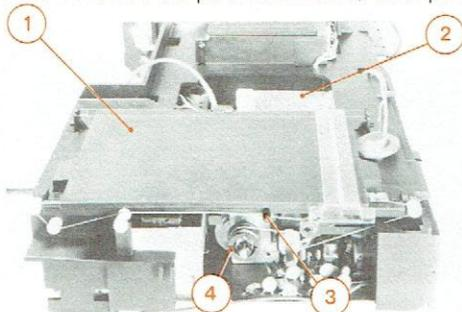
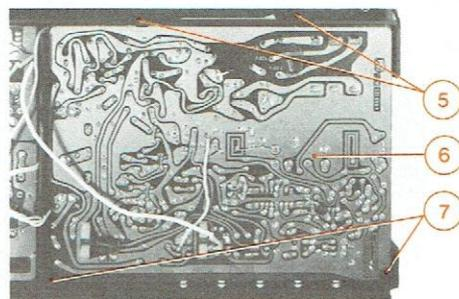

Fig. 5A
Fig. 5B
## G - ACCES A LA PLATINE HF-FI/BF COTE COMPOSANTS (Fig. 5A et Fig. 5B)
- 2° - Déboîter et dégager du châssis le fond de cadran (1).
- 4° - Retirer la poulie (4) de l'axe du condensateur variable et la placer sur l'ergot (3).
- 5° - Désolidariser le coulisseau plastique (2) de la commande du potentiomètre.
- 6° - Déboîter la platine HF-FI/BF (6) (Fig. 5B) de ses languettes de maintien (5) et (7) et la dégager du châssis pour avoir accès au côté composants.
- Après le remontage de la platine HF-FI/BF ne pas omettre de repositionner le coulisseau plastique (2) sur la commande du potentiomètre, et la poulie (4) sur l'axe du condensateur variable.
- 2° - Déboîter et dégager du châssis le fond de cadran (1) (voir Fig. 5A).
- 3° - Tourner la poulie (4) pour fermer le condensateur variable.
- 6° - Engager le cordonnet dans les fentes (A) et (B) de la poulie (4) en ayant soin de placer le nœud à l'intérieur.
- 7° - Prendre la partie du cordonnet sortant de la fente (A) de la poulie (4) et effectuer trois tours sur celle-ci dans le sens indiqué par la flèche (C).
- 8° - Faire ensuite deux tours sur la poulie (3) dans le sens indiqué par la flèche (C').
- 9° - Prendre à présent la partie du cordonnet engagée dans la fente (B) et effectuer un tour sur la poulie (4) dans le sens de la flèche (D) et deux tours sur la poulie (3) dans le sens de la flèche (D').
- 10° - Passer le cordonnet par la poulie (2) et les guides (5), (6) et (1).
- 11° - Passer l'extrémité de la boucle autour du guide (7).
- 12° - Fixer l'aiguille indicatrice (8) à 2 cm du guide (7).
- 13° - Mettre le fond de cadran (1) (Fig. 5A) en place.